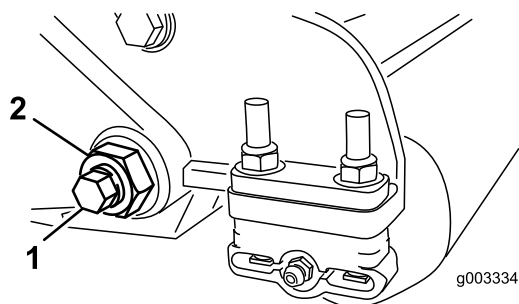

Bild 24
3. Lösen Sie an jeder Seite der Maschine die Sicherungsmutter, mit der die Schraube des Untermesserträgers befestigt ist (Bild 24).
4. Nehmen Sie jede Schraube des Untermesserträgers ab, damit der Untermesserträger nach unten gezogen und von der Schneideinheit entfernt werden kann (Bild 24).